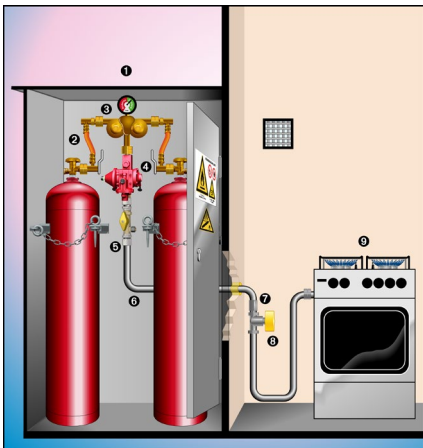
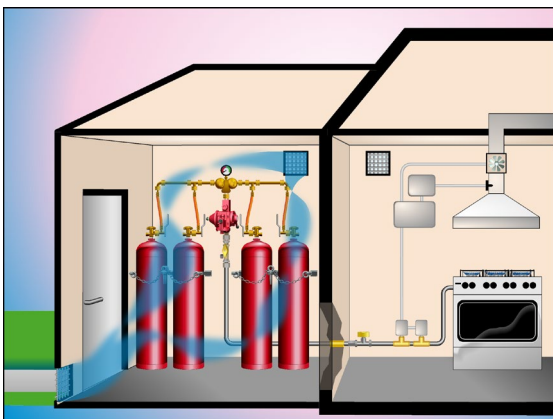
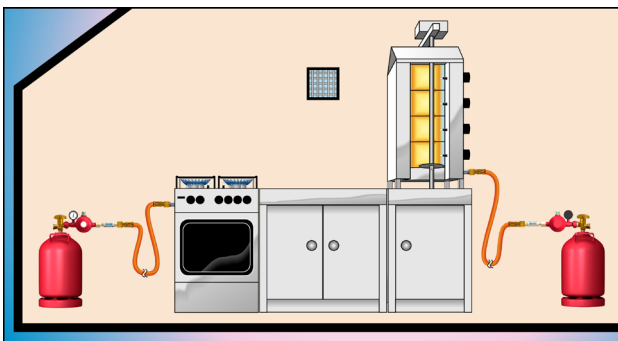

Abb. 1 Flaschenaufstellung im Freien
Abb. 2 Mehrflaschenanlage im separaten Aufstellungsraum
Abb. 3 Flaschenaufstellung im Arbeitsraum
- Die Flüssiggasflaschen stehen im Freien (siehe Abb. 1) oder in einem separaten Aufstellungsraum (siehe Abb. 2). Ergibt die Gefährdungsbeurteilung, dass die Aufstellung im Freien bzw. in einem separaten Aufstellungsraum nicht möglich ist, ist dies in der Gefährdungsbeurteilung begründet und dokumentiert. Nur in diesem Fall dürfen in einem Arbeitsraum (z. B. Verkaufsraum, Küche) maximal 2 Flüssiggasflaschen bis jeweils 16 kg Füllgewicht oder maximal eine Flüssiggasflasche bis 33 kg pro 500 m³ Raumvolumen aufgestellt werden (siehe Abb.3).
- bei ortsveränderlicher Flüssiggasanlage (Beispiele siehe Abb. 1, 2 und 3) nach 2 Jahrenspätestens durchgeführt sein.